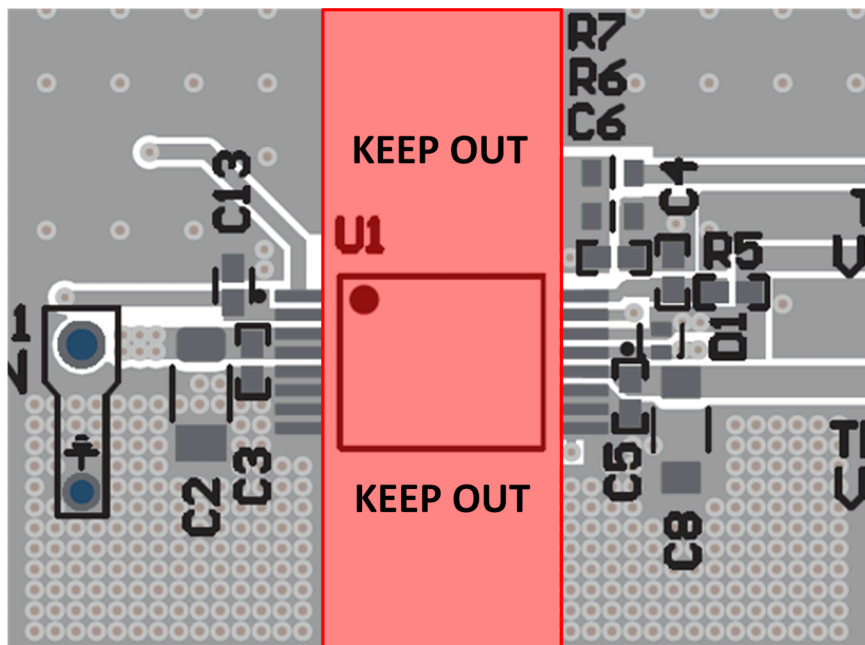

図 3-11. 絶縁禁止領域
7. 沿面距離: データシートに規定されている沿面距離、空間距離、電圧絶縁定格を完全に維持するため、UCC35131-Q1 の直下に信号パターンを配線したり、部品を配置したりしないようにします。定義された絶縁バリア全体で、空間距離を赤色でハイライトしたままにします。基本絶縁でのキープアウトの空間距離は、強化絶縁要件 (8.2mm) より 50% 短くできます。8.2Mm を使用すると、追加のマージンが得られます。図 3-11 にレイアウトの例を示します。